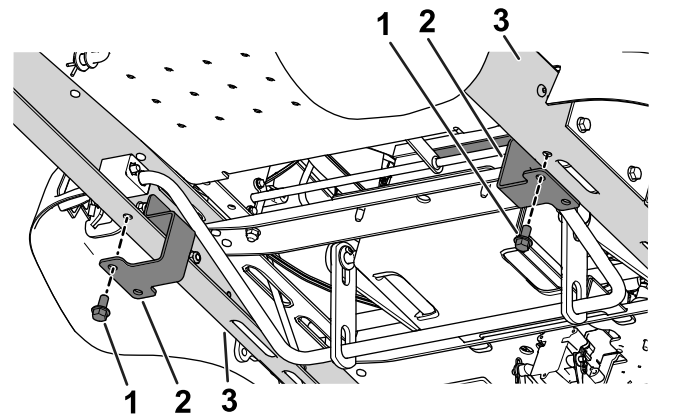

Figura 4
2. Utilice un perno de cabeza hexagonal para sujetar un soporte en cada larguero del bastidor (Figura 4).